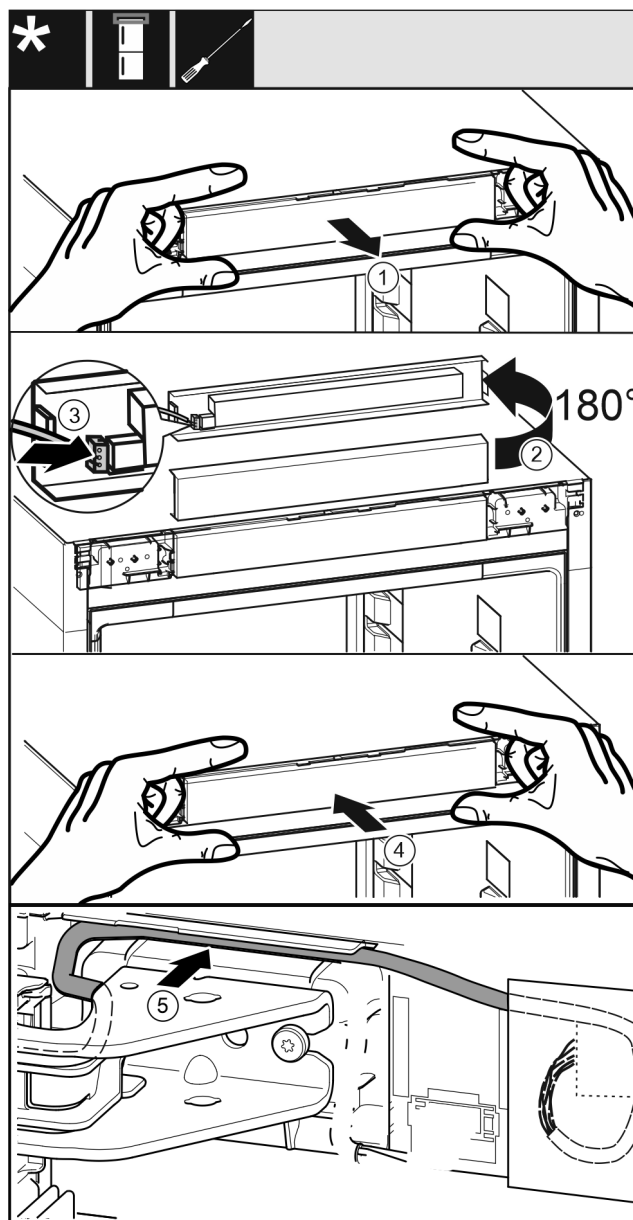

Fig. 38
- ▶ Wyjąć ostrożnie zaślepkę panelu obsługowego Fig. 38 (1).
- ▶ Obrócić zaślepkę panelu obsługowego Fig. 38 (2) o 180° do góry.
- ▶ Podłączyć wtyczkę Fig. 38 (3) do zaśleпки panelu obsługowego.
- ▶ Zaczepić z powrotem zaślepkę panelu obsługowego Fig. 38 (4) w urządzeniu.
- ▶ Ułożyć ostrożnie kabel Fig. 38 (5) w prowadnicy nad górną płytką zawiasu.